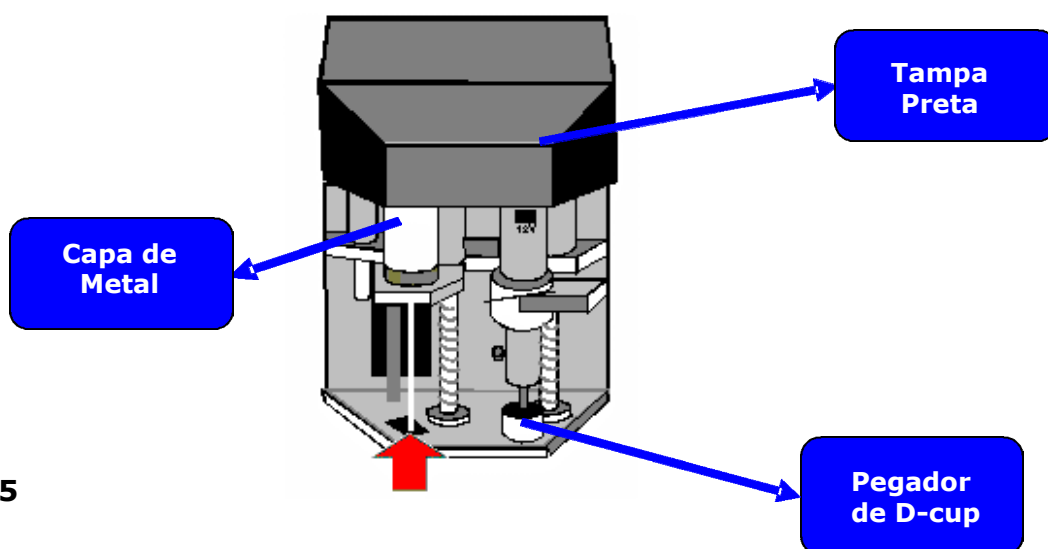

Figura 5
- Vide Figura 5 para os detalhes referentes à montagem da ponteira de transferência.